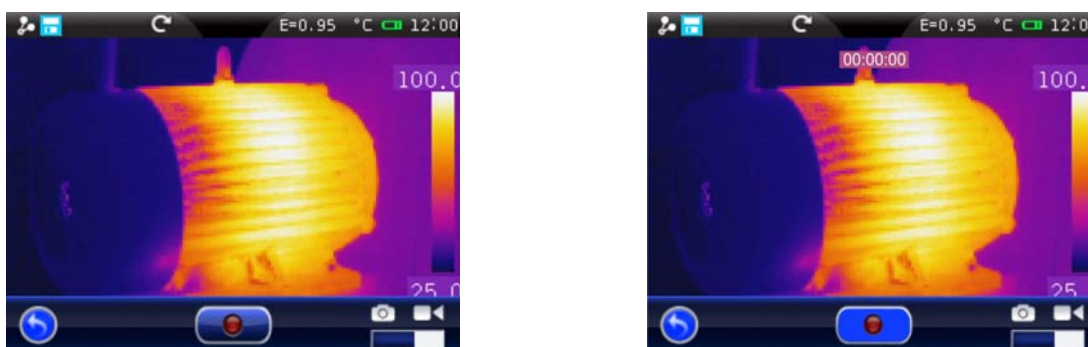

Fig. 64: Registrazione video IR
1. Toccare l'icona "📹" nel menu generale e spostare l'icona "📹" in posizione destra. La videata seguente è mostrata a display (vedere Fig. 64 – Parte sinistra)
3. Toccare l'icona "📹" per avviare la registrazione del video IR. L'icona diviene "📹" e l'indicazione della durata del video in termini di "HH:MM:SS" compare sulla parte alta del display (vedere Fig. 64 – Parte destra)